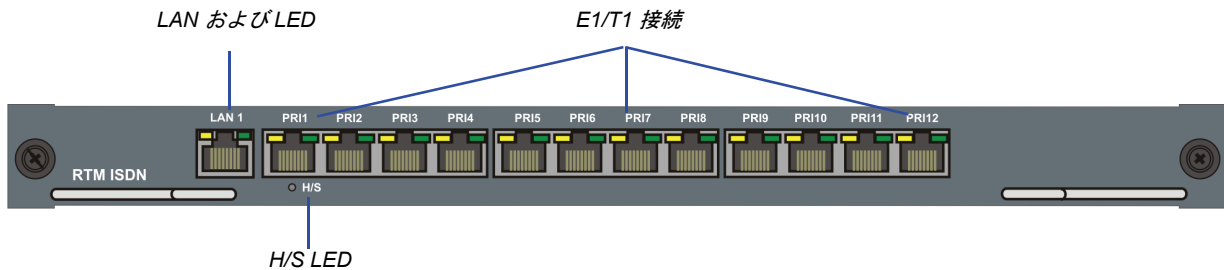

図 1-3 RMX 2000 の RTM ISDN リアパネル配置
- 図 1-3 に示すように、7 本の E1 または 9 本の T1 PRI 回線を 12 個のプラグのいずれかに接続できます。